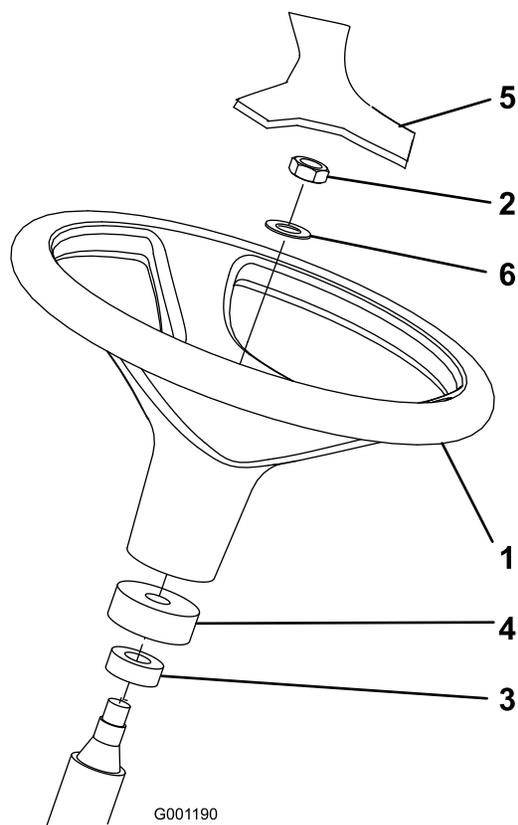

Figure 3
cache-poussière se trouvent sur l'arbre de direction (Figure 3).
3. Glissez le volant et la rondelle sur l'arbre de direction (Figure 3).
5. Posez le couvre-moyeu sur le volant (Figure 3)